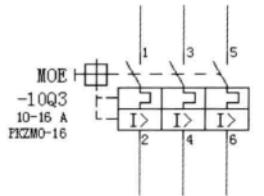

图 6-39 导入配置显示结果
单击“打开”按钮，回到“属性(元件)：常规设备”对话框，完成配置导入。选择“属性排列”，出现了“电机保护显示”配置，选择“电机保护显示”配置，单击“确定”按钮，完成“-10Q3”显示配置的设置，如图 6-39 所示。
① 在“保存属性排列”中“用作默认”复选框的作用：例如图纸中已经有设备使用“电机保护显示”配置，如“-10Q3”使用了“电机保护显示”配置，如图 6-39 所示。
项目 CHP06 中，“-10Q3”的显示格式已经是“单击保护显示”的配置了，如图 6-39 所示。